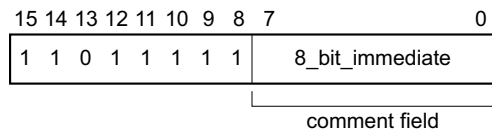

图 6-3 Thumb SVC 指令
- 该指令本身为 16 位，因而需要半字加载，请参阅图 6-3。